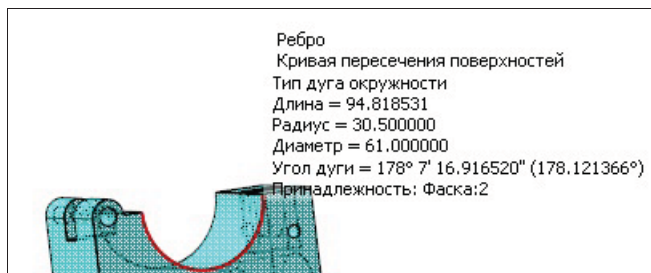

Рис. 23.18. Панель с информацией об объекте
- ◆ для быстрого получения информации об объекте в окне модели **Захват** подведите курсор, например, к ребру. Рядом с курсором появятся символ объекта и базовые сведения об объекте (рис. 23.18);